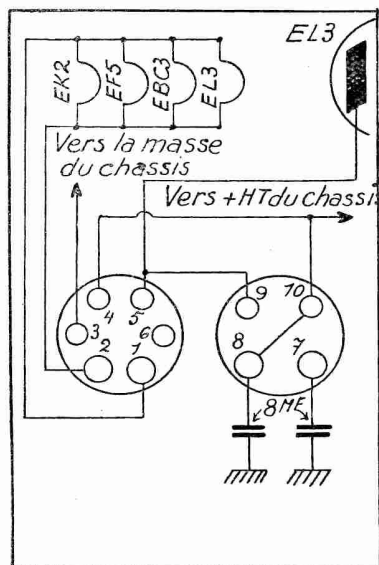

Fig. 2.
A) *Essai d'une maquette « alternatif »* (fig. 2). — Nous placerons sur le châssis à essayer, un support à 6 broches américain sur lequel viendront aboutir: aux douilles filament 1 et 2, les deux fils de chauffage des lampes; à la douille-plaque 3, un fil relié à la masse; à la douille-écran 4, un fil relié au + H.T.; à la douille « suppressor » 5, un fil relié à la douille-plaque de la lampe BF de sortie. La douille de cathode est inutilisée.